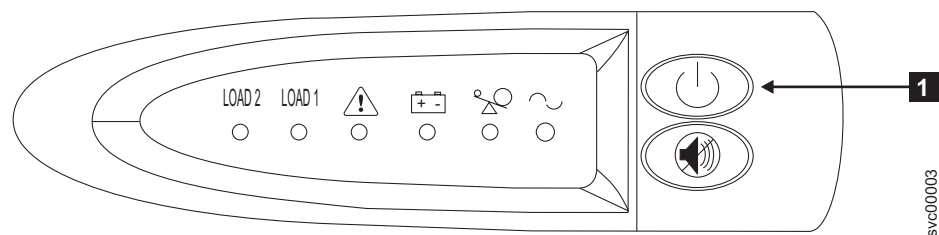

図 135. 2145 UPS-1U のフロント・パネル・アセンブリー
1. 2145 UPS-1U の前面で、電源ライトが消えるまで (約 5 秒)、「オン/オフ」ボタン **1** を押し続けます。図 135 を参照してください。2145 UPS-1U は待機モードになります。